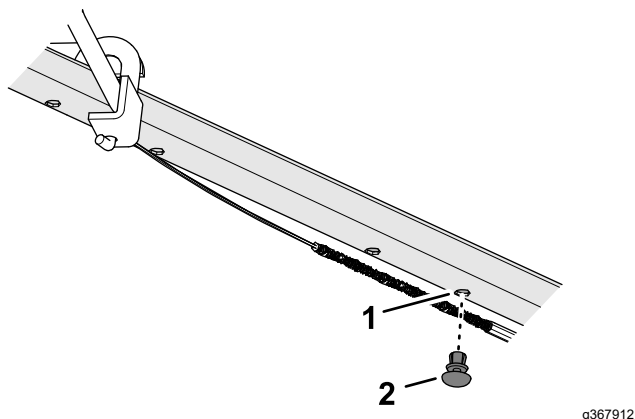

Figura 12
1. Insira o fixador de pressão no furo na pega superior como se mostra na **Figura 12**.